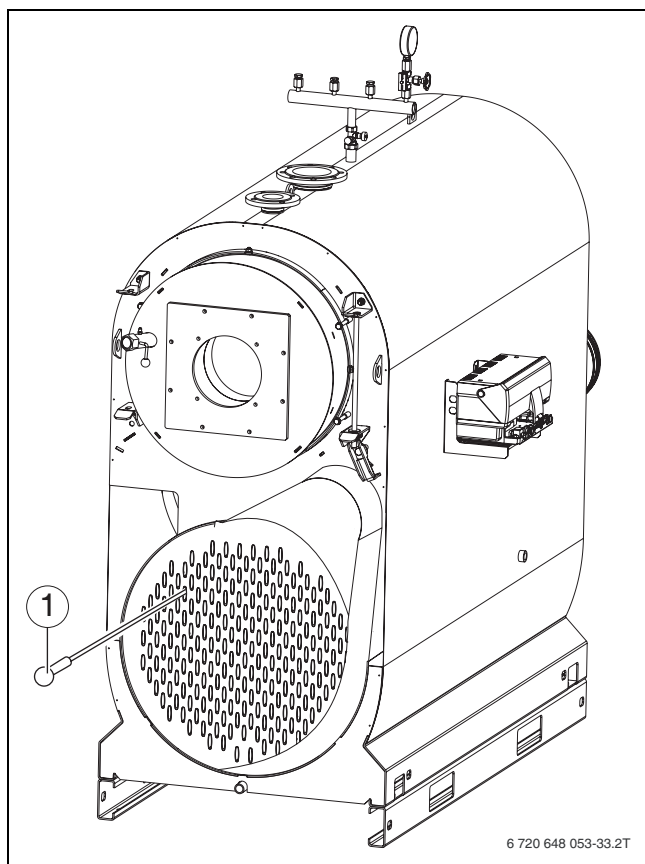

Рис. 30 Чистка коллектора дымовых газов
- ▶ Очистите щёткой трубы дополнительных поверхностей нагрева (→ рис. 30, стр. 42).